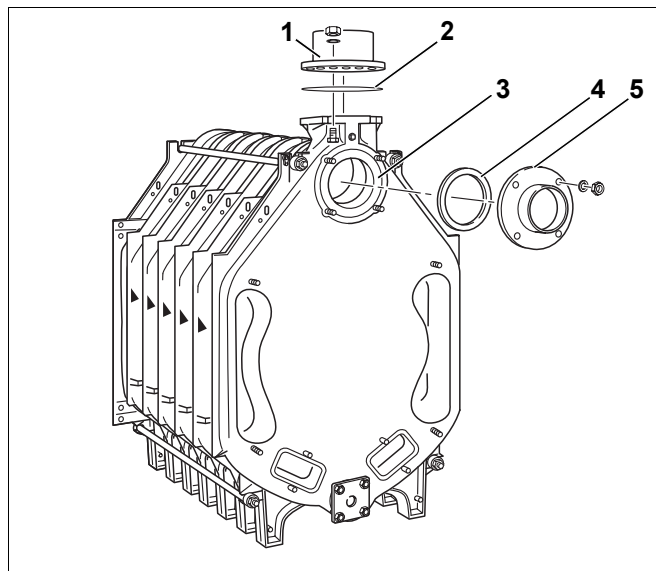

Fig. 28 Montaggio delle flange di collegamento
Sul mozzo superiore della caldaia (fig. 28, [3] – attacco di ritorno) viene montata, al successivo collegamento del ritorno, la flangia a saldare (con collarino).
Sono raffigurate flangia a saldare e guarnizione piatta (fig. 28, [4] e [5]).
- La flangia di collegamento mandata (fig. 28, [1]) con guarnizione piatta (fig. 28, [2]) è necessaria per il successivo collegamento della mandata.